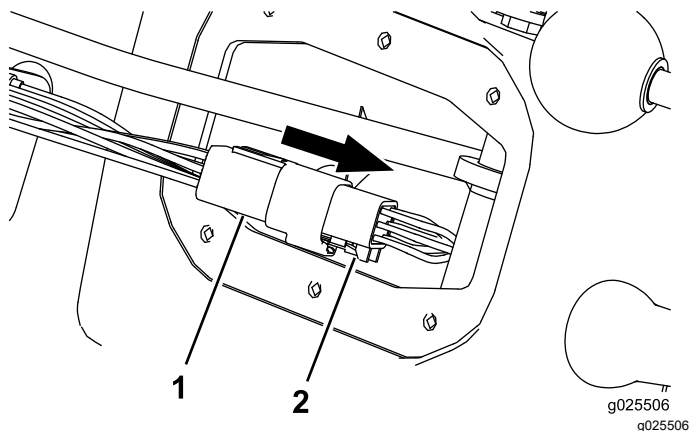

Figura 12
1. Estraete il connettore dell'indicatore delle marce dal cablaggio della macchina (Figura 12).